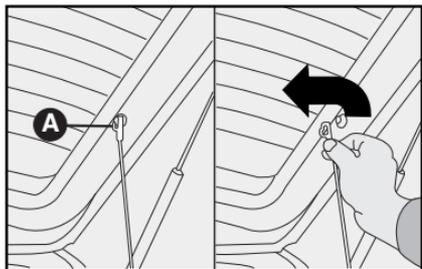

fig. 100
1) Desenganche las extremidades superiores **A-fig. 100** de los dos tirantes, desprendiéndolas de sus pernos.